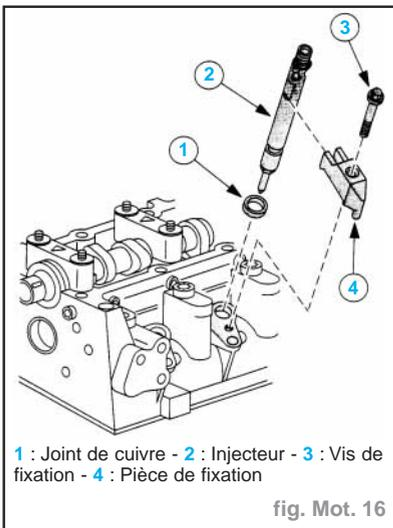

fig. Mot. 16
- Les injecteurs à 5 trous sont fichés dans la culasse. Leur étanchéité est assurée par un joint en cuivre. (fig. Mot 16).
- Déposer le boulon de serrage (3) de l'injecteur. (fig. Mot. 16)
- Déposer et mettre au rebut la rondelle de protection thermique (1). (fig. Mot. 16).